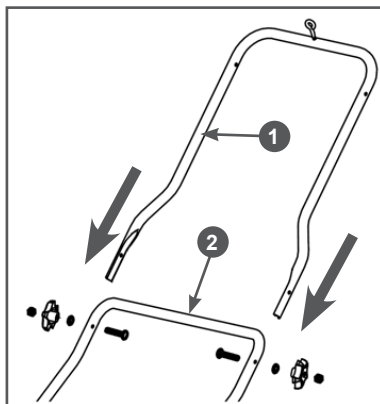

Рис. 2 Установка стойки рукоятки управления
1. Установите стойку рукоятки управления на раму снегоотбрасывателя. Совместите отверстия в стойке 1 и раме 2, вставьте в полученные отверстия болты, установите шайбы и закрутите барашковые гайки (Рис. 2).